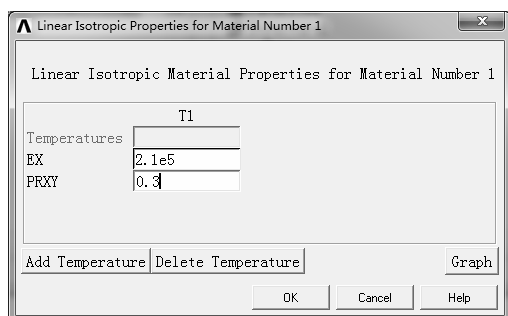

图 6-88 “Linear Isotropic Properties for Material Number 1”对话框
2) 在右侧列表中选择 “Structural>Linear>Elastic>Isotropic”，弹出 “Linear Isotropic Properties for Material Number 1” 对话框，在 “EX” 文本框中输入 2.1e5，在 “PRXY” 文本框中输入 0.3，如图 6-88 所示。单击 “OK” 按钮返回。